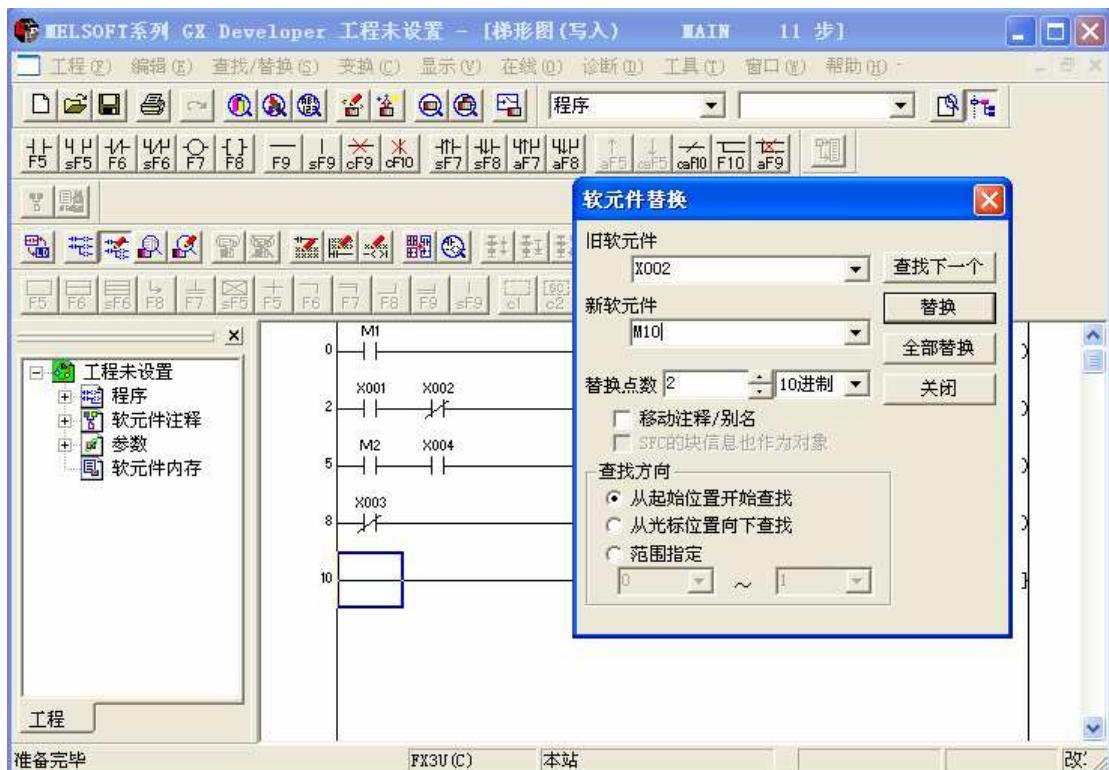

图 9 编程元件替换操作
- ① 选择查找/替换菜单中编程元件替换功能，并显示编程元件替换窗口，如图 9 所示。
- ② 在旧元件一栏中输入将被替换的元件名。
- ③ 在新元件一栏中输入新的元件名。
- ④ 根据需要可以对查找方向、替换点数、数据类型等进行设置。
- ⑤ 执行替换操作，可完成全部替换、逐个替换、选择替换。
- ① 替换点数。举例说明：当在旧元件一栏中输入“X002”，在新元件一栏中输入“M10”且“替换点数”为“3”时，执行该操作的结果是：“X002”替换为“M10”；“X003”替换为“M11”；“X004”替换为“M12”。此外，设定替换点数时可选择输入的数据为 10 进制或 16 进制的。
- ② 移动注释/机器名。在替换过程中可以选择注释/机器名不跟随旧元件移动，而是留在原位成为新元件的注释/机器名；当该选项前打勾时，则说明注释/机器名将跟随旧元件移动。
- ③ 查找方向。可选择从起始位置开始查找、从光标位置向下查找、在设定的范围内查找。